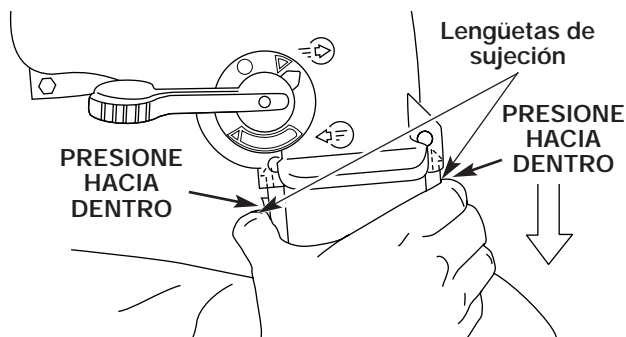

Fig. 19
1. Mientras presiona las lengüetas de sujeción a ambos lados del tubo de la bolsa del aspirador, saque la bolsa del aspirador hacia abajo de la unidad (Fig. 19).